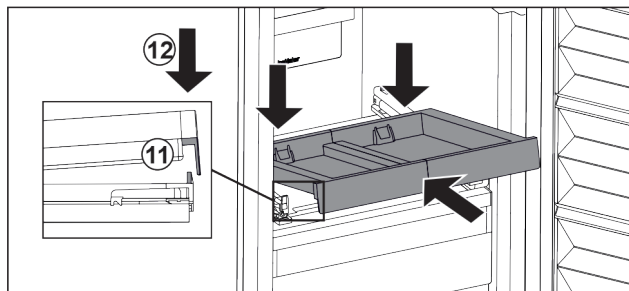

Fig. 88
- ▶ Inșerați-l oblic. Aveți în vedere ca opritorul să fie în spatele lamei pe ambele părți. Fig. 88 (11)
- ▶ Depuneți raftul extractibil în față. Fig. 88 (12)